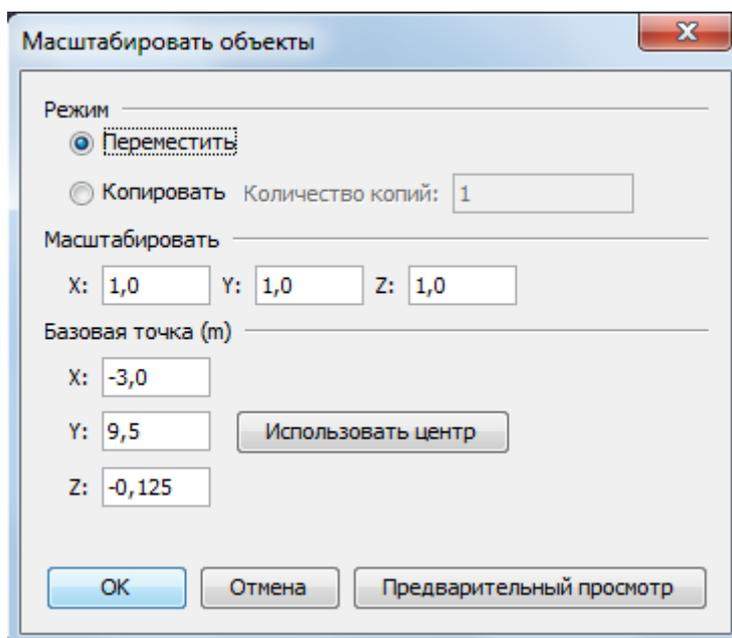

Рисунок 11-3 Диалоговое окно изменения масштаба
3. Откроется окно масштаба, как показано на рисунке Рисунок 11-3.